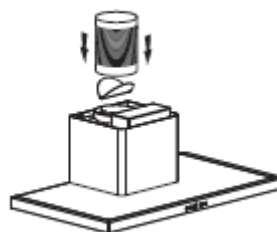

fig. 3
- Fixe o tubo extensível de evacuação (não fornecido) na saída do motor sem obstruir o movimento da válvula de retenção (fig. 3).
- Ligue o tubo à saída de ar para o exterior. (fig. 3).